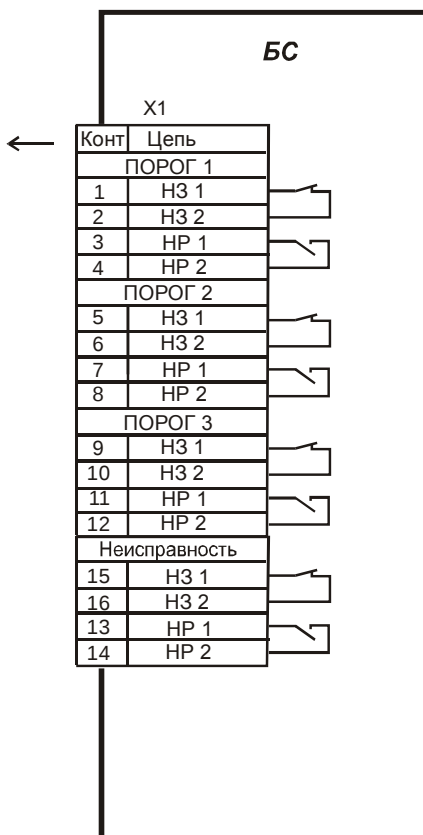

РИС.6
2. Соедините разъем Х1/РК-4 с разъемом Х2/БС (Х3/БС, Х4/БС, Х5/БС, см. рис. 6 РЭ) с помощью кабеля соединительного. Используя вилку кабельную 2РМ24КПН19Ш1В, изготовьте кабель для подключения к разъему Х3/РК-4 устройства для измерения токового сигнала 4-20 мА.